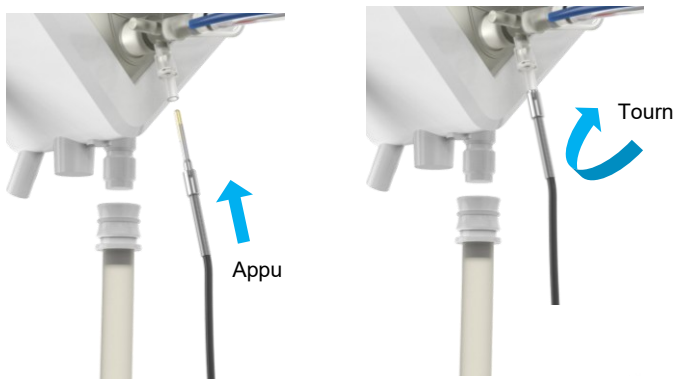

Figure 14 Raccordement du capteur de température à l'oxygénateur
- Raccordez le capteur T1 rouge à la sortie de l'oxygénateur (Figure 14).